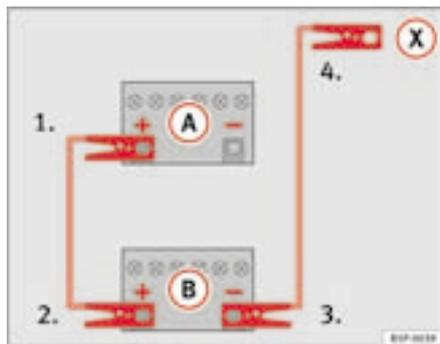

Fig. 165 Schema per il collegamento dei cavi per l'avviamento di emergenza
Nella ⇒ fig. 165 (A) indica la batteria scarica, e (B) la batteria carica.
- 1. Collegare un'estremità del cavo rosso al polo positivo ⇒ fig. 165 (+) del veicolo con la batteria scarica ⇒ !.
4. Collegare l'altra estremità del cavo nero (X) al monoblocco del motore del veicolo con la batteria scarica oppure ad un elemento metallico massiccio annesso al monoblocco e comunque non nelle immediate vicinanze della batteria ⇒ !.